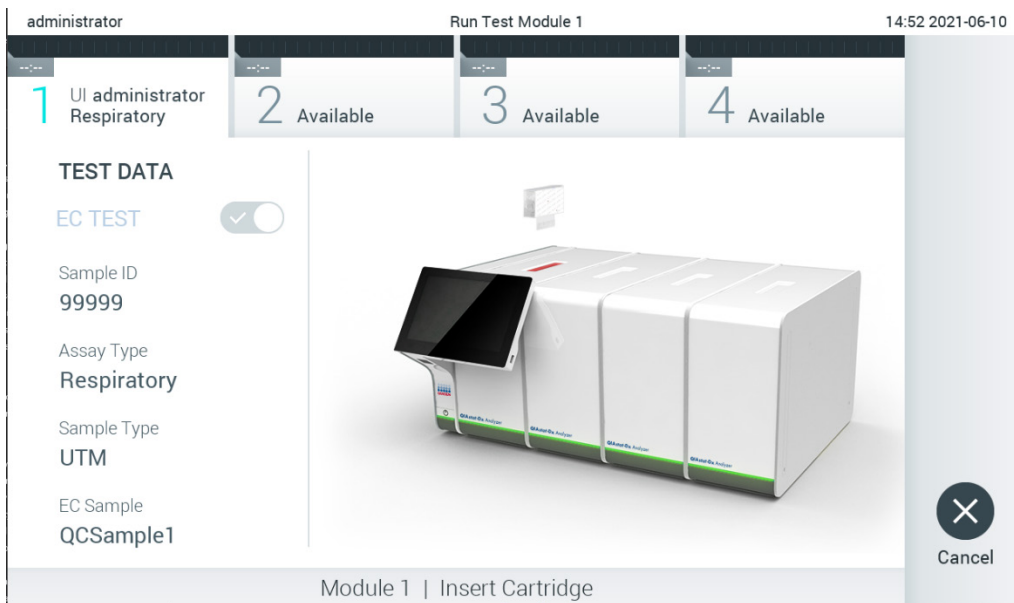

图 94. 将 QIAstat-Dx 检测试剂盒插入 QIAstat-Dx Analyzer 1.0。
9. 确保 QIAstat-Dx 检测试剂盒的拭子口和主口的样本盖均已牢固关闭当 QIAstat-Dx Analyzer 1.0 顶部的试剂盒入口自动打开时，请插入 QIAstat-Dx 检测试剂盒，确保其条形码向左，反应室向下（图 94）。